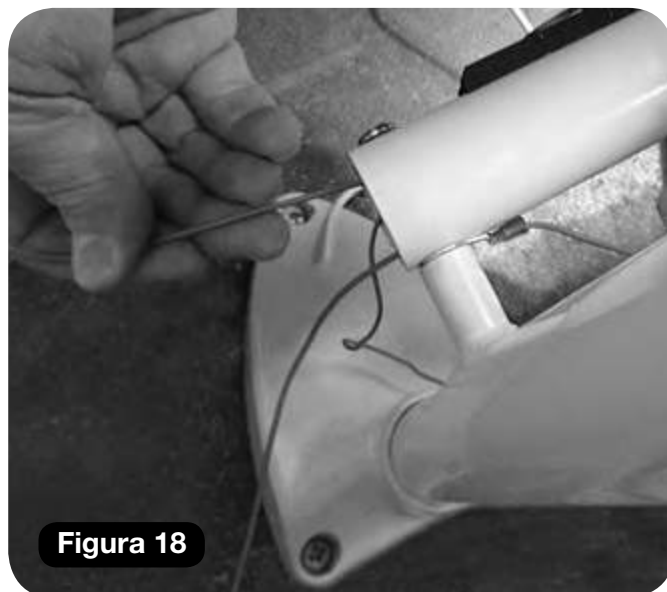

Figura 18
- d Alimentare il circuito di collegamento di carica negativa grigio nel foro grande nella parte posteriore della sezione della rotaia. Alimentare questo cavo attraverso la parte terminale della sezione della rotaia (**Figura 18**).